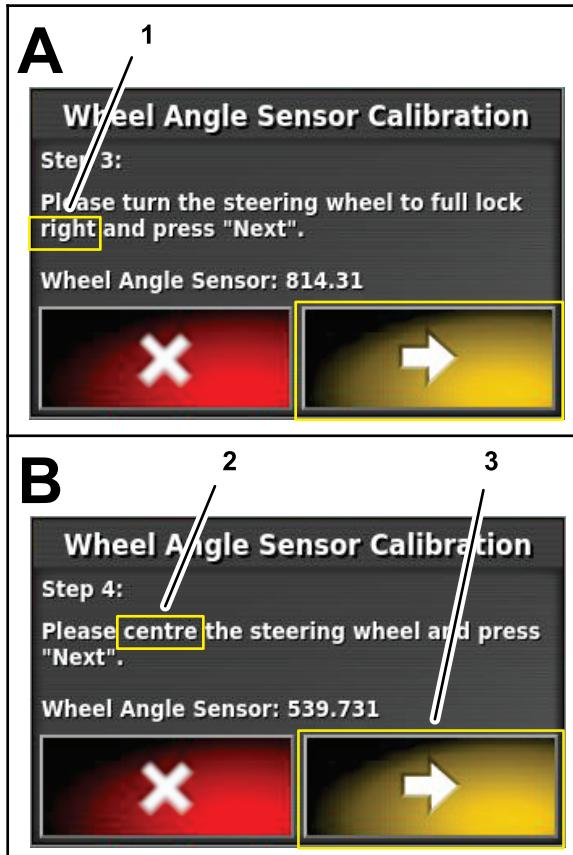

Figura 164
7. En el paso 3, gire el volante a la derecha a tope, pare y pulse el icóno Paso siguiente (Figura 164).
8. En el paso 4, gire el volante hasta que los neumáticos estén alineados en línea recta hacia adelante, pare, y pulse el icóno Paso siguiente (Figura 164).